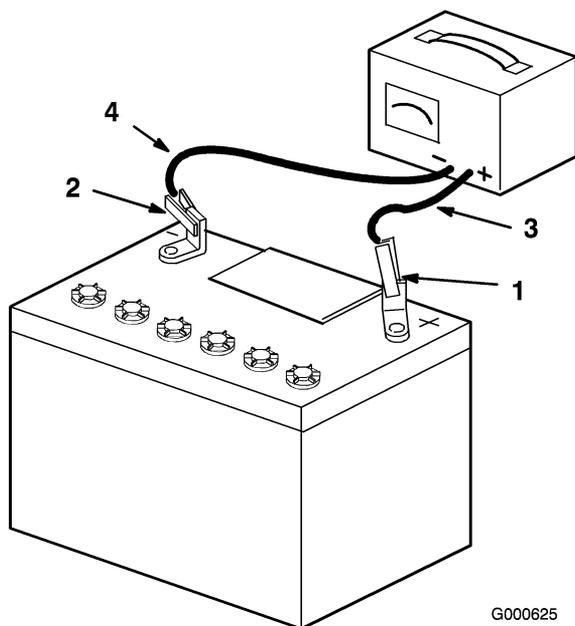

Figure 47
4. Quand la batterie est chargée au maximum, débranchez le chargeur de la prise, puis débranchez les fils du chargeur des bornes de la batterie (Figure 47).